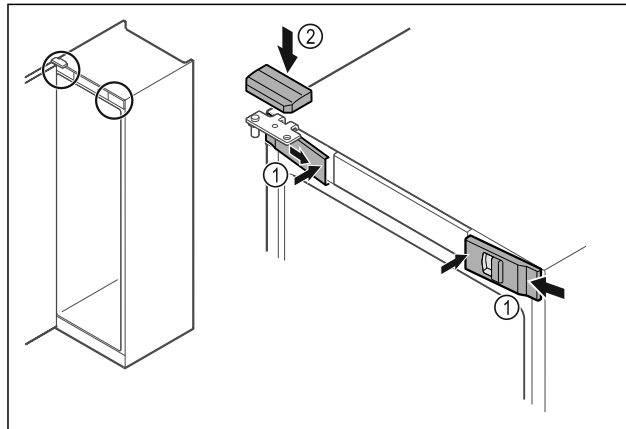

Fig. 50
- Accrocher les caches avant Fig. 50 (1) par les côtés et les enclencher en appuyant sur l'intérieur.
- Insérer le cache supérieur Fig. 50 (2) par le haut.